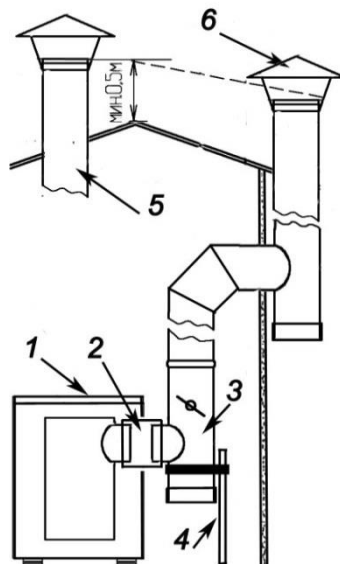
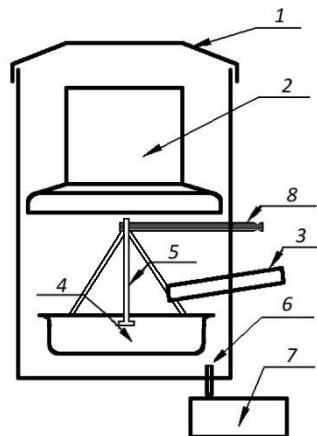

Рис. 1 Схема установки дымовой трубы
Рис. 2 Камера сгорания
- Смонтируйте дымовую трубу (рис. 1).
- Установите в камеру сгорания подвеску 5 с тарелкой 4 и рычаг 8 (рис.2). Сначала опустите подвеску с тарелкой, выдвинув маслопровод 3. Вставьте рычаг 8, немного приподняв его. **Рычаг должен захватить тягу клапана и пружинить при воздействии на него!** Подвесьте на рычаг подвеску с тарелкой. Задвиньте маслопровод.
После присоединения выхлопной трубы и топливного шланга, с помощью регулируемых ножек выставляем отопитель так, чтобы тарелка, висящая на подвеске, была **равноудалена от стенок** камеры сгорания. При этом соединительная муфта 2 (рис. 1) должна быть максимально разгружена! Так как при нагреве камера сгорания удлиняется! Вставьте дефлектор 2 и закройте крышку1 (рис. 2).
На Рис.1. схематически изображено устройство дымоотводящей системы:
- Снять крышку 1(рис.2), вынуть дефлектор 2, приподняв, вытянуть рычаг 8, немного вытянуть маслопровод 3 и извлечь подвеску 5 вместе с тарелкой 4.
Очистка маслопровода 3 (рис.2) может осложниться его полной закоксовкой. В этом случае нужно вынуть маслопровод, сняв с него шланг и пройти его сверлом 8 мм, лучше перфоратором.
- * При установке дымовой трубы нужно исключить давление трубы (в том числе и терморасширение) на камеру сгорания, для этого необходимо использовать прилагаемую опору (рис. 1), зафиксировав ее при максимально прижатом вверх к дымовой трубе регуляторе тяги (тройник с заслонкой).